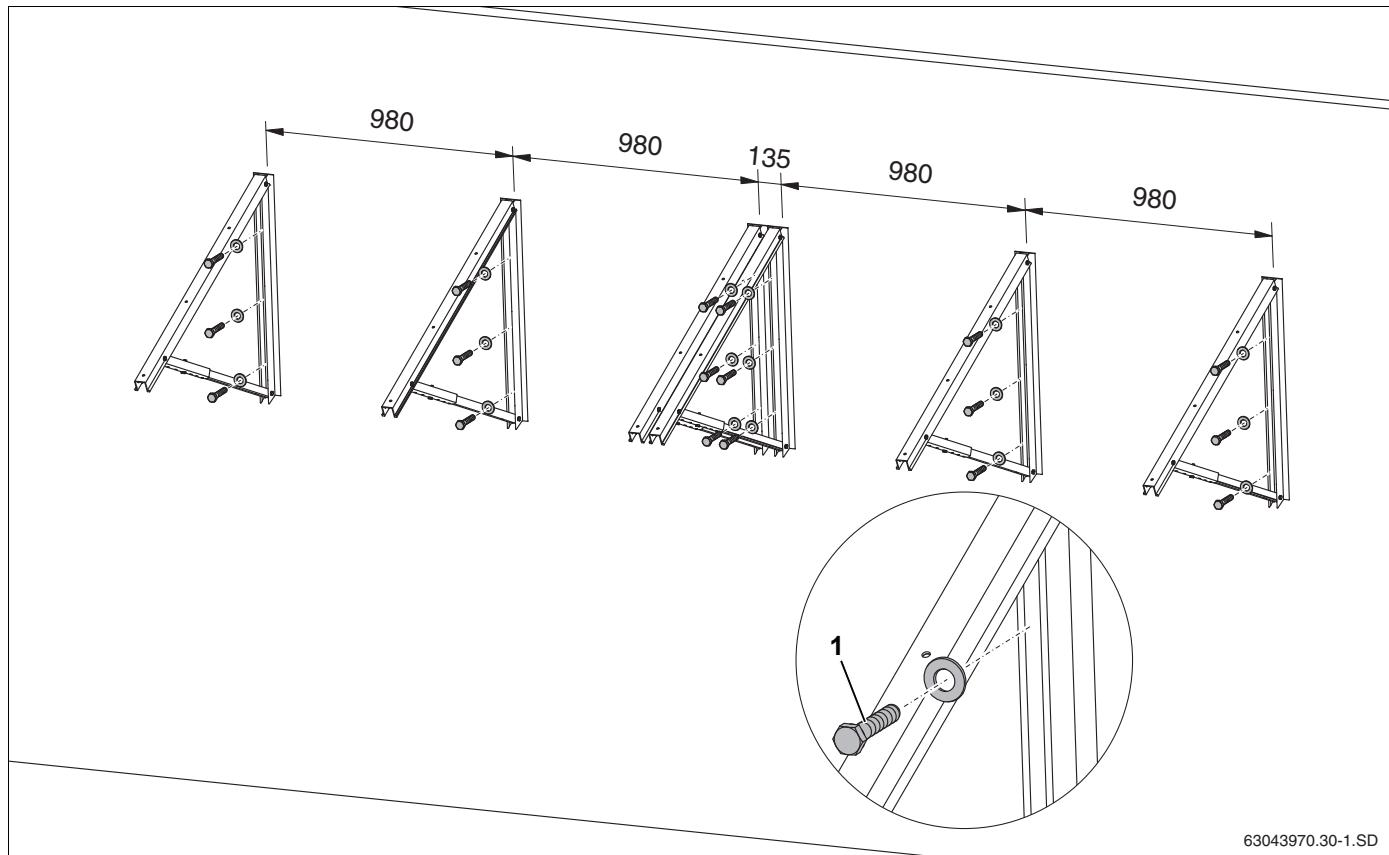

Рис. 30 Расположение опор на фасаде для 2 коллекторов (размеры в мм)
- Каждую опору коллектора нужно закрепить 3 винтами (см. таб. 9, рис. 30, **поз. 1**) на фасаде рядом друг с другом.